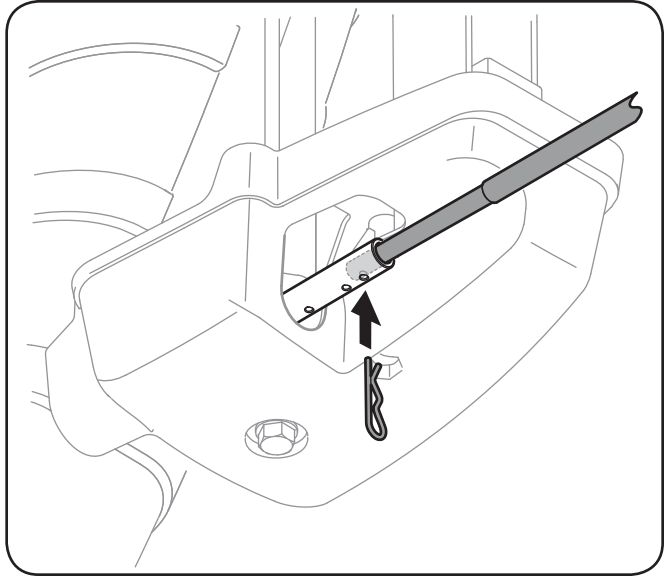

Fig. 6-6
2. Sortez la tige de commande de la goulotte jusqu'à ce que le trou soit aligné avec le trou le plus éloigné de la goulotte sur le dispositif de commande. Voir la Fig. 6-6.
3. Réinsérez la goupille fendue par ce trou et la tige de commande de la goulotte. Voir la Fig. 6-6.